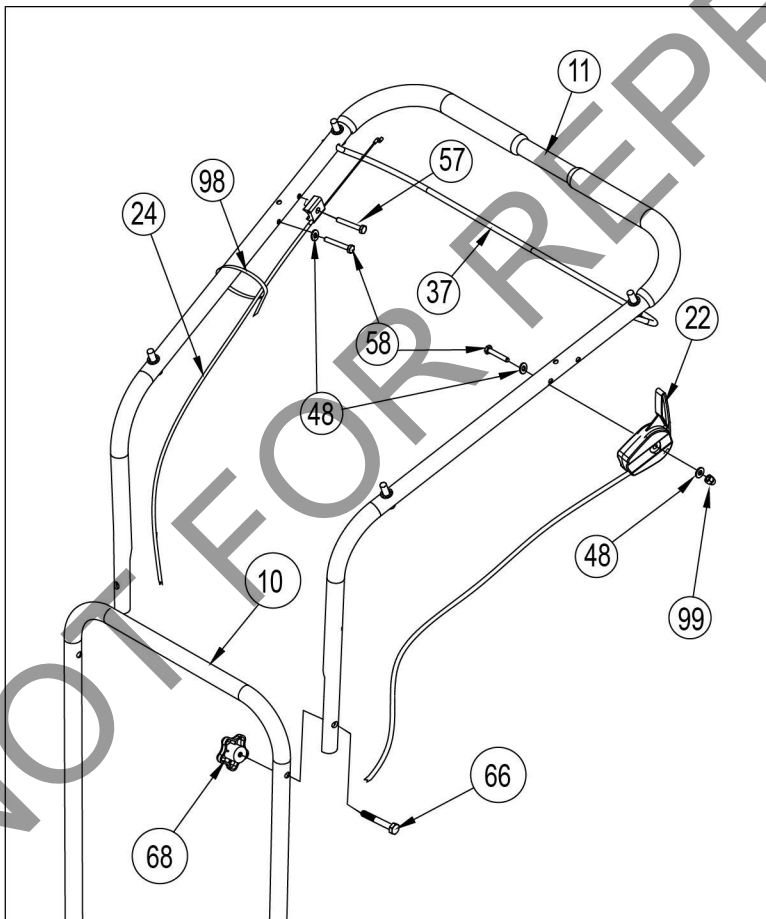

Fig. 1
1. FI E la poignée supérieure (élément 11) à la poignée inférieure (élément 10). Utilisez les boulons et les boutons (articles 66 et 68) pour assembler. Assurez-vous de fixer les côtés gauche et droit de la poignée. Serrez fermement le bouton. Voir Fig. 1.